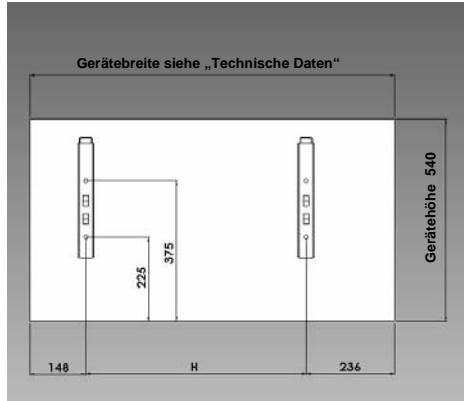

Fig.4 Kippsicherung / Gerät
- **Gerätemontage auf dem Fußboden** ...nach Fig.4
Die gekürzten Wandkonsolen (mit je 2 Schrauben) im Abstand „H“ mit einer Toleranz von max.  $\pm 10\text{mm}$  (Fig.4, Tabelle 2) an der Stellwand mit dem beiliegenden bzw. geeignetem Befestigungsmaterial anbringen (Durchgangslöcher in den Wandkonsolen 10mm), Wandabstände siehe im Abschnitt „Mindestabstände“, Seite 4.